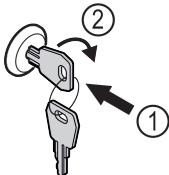

Fig. 131
- Zatlačte klúč Fig. 131 (1).
- Otočte klúč o 90° v smere hodinových ručičiek Fig. 131 (2).